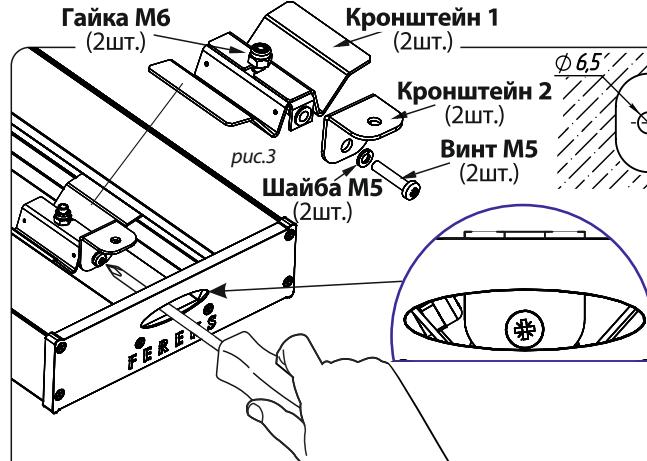

рис.3
1.Закрепите кронштейн 2(2шт.) на кронштейн 1(2шт.) (на светильнике) - см.рис.3;
5.Установите и закрепите светильник на кронштейн 2(2шт.) - см.рис.3, рис.5.